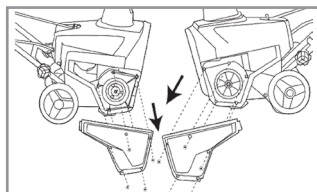

Рис. 15 Снятие боковых крышек
- 2.1 Открутите винты крепления боковых крышек и снимите правую и левую боковые крышки, как это показано на Рис. 15.